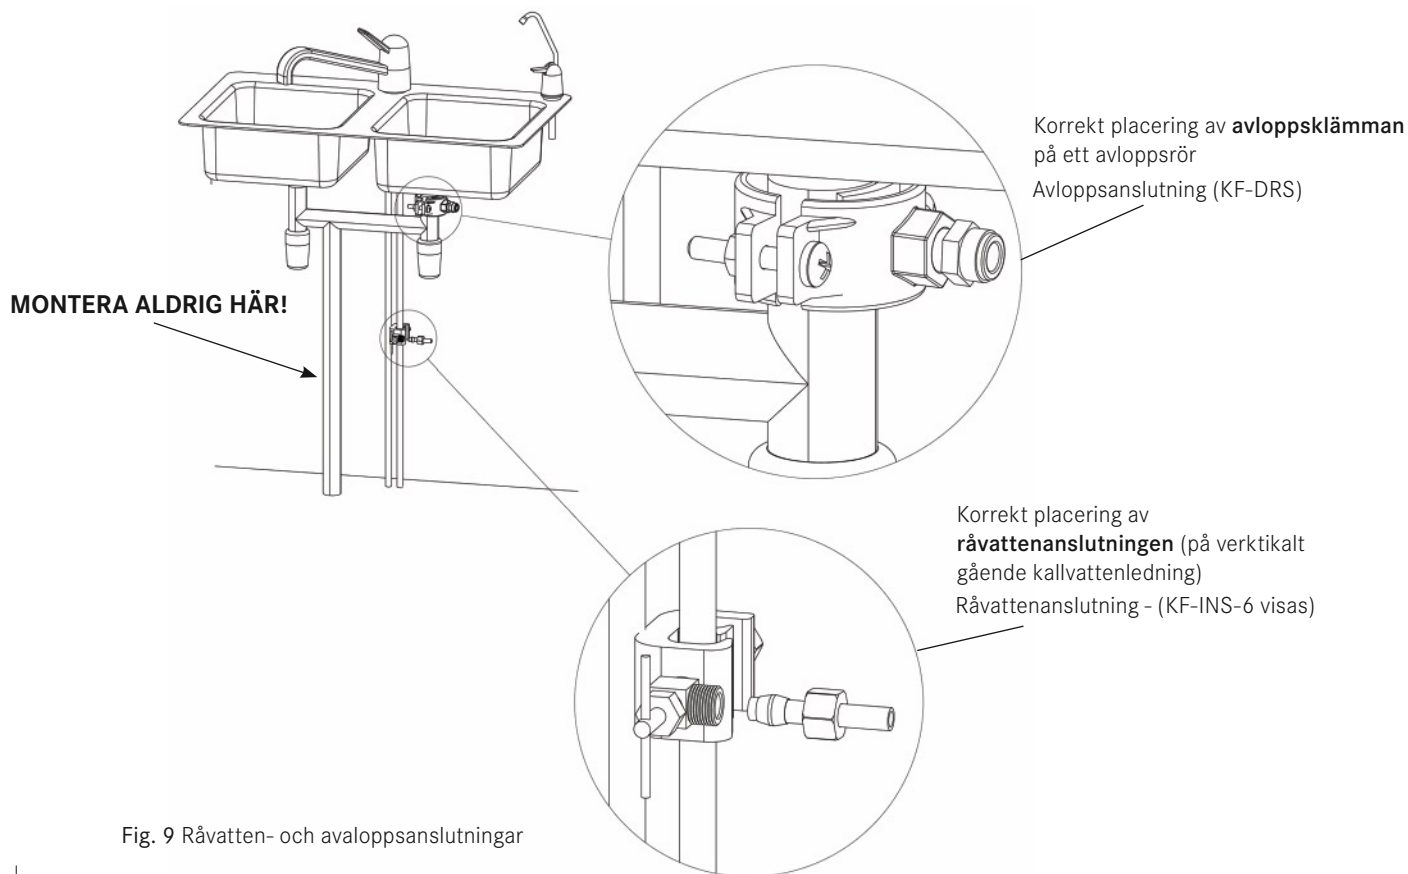
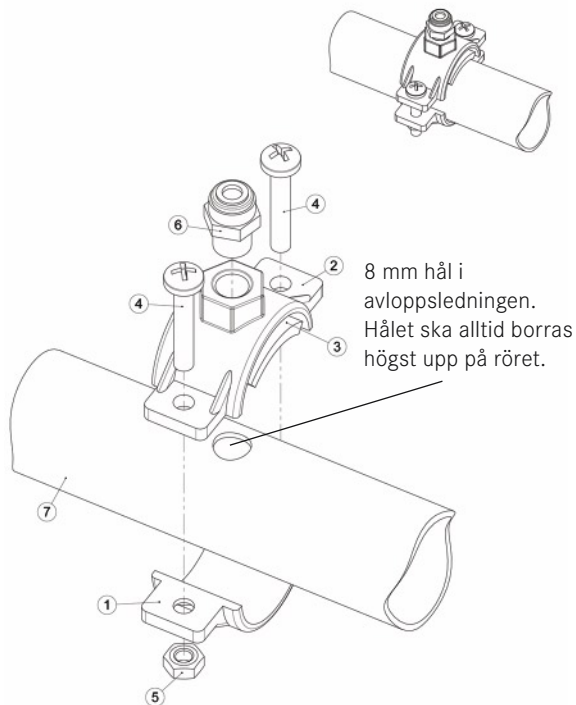

Fig. 9 Råvatten- och avloppsanslutningar
Fig. 15 Installation av avloppsklämma
Råvattenanslutningen ska alltid monteras på kallvattenledningen under diskbänken i köket enligt fig. 9 nedan. Lokalisera först råvattenanslutningen på ritningen nedan. Vilket slags anslutningstyp ska användas beror på vattenledningstypen (koppar, förzinkat stål eller olika typer av plastledningar). På följande sidor hittar du ritningar över de vanligaste anslutningstyperna som levereras av Kuna Group. Eftersom kopparrör är den allra vanligaste rörtyper i Sverige ingår KF-INS-6 i standardutrustningen av CLEONE®. Denna är enkel att installera men det är viktigt att man monterar den väldigt noggrant och försiktigt, slarvigt installerad KF-INS-6 kan ge upphov till läckage.
2. Packa upp KF-INS-6 ventilen och trä den över kopparröret på ett lämpligt ställe (se fig. 9). Placera ventilen så att du kan komma åt att vrida på ventilhandtaget. Märk att den nedre rörliga delen av ventiloket är vändbar för att passa olika rördimensioner. Vänd den åt det håll som passar din dimension av kopparröret. Drag åt skruven på ventiloket tills ventilen är ordentligt fäst på röret. Drag inte åt för hårt eftersom detta kan deformera röret. Oket ska dock vara tillräckligt hårt åtdraget för att man inte ska kunna flytta på ventilen längs med röret.
Avloppsanslutningen ska installeras på avloppsvattenledningen under diskbänken i köket. Fig. 9 visar korrekt placering av avloppsklämman på avloppsledningen.
1. Lokalisera ett horisontellt gående avloppsrör under diskbänken (se fig. 9) – det är också möjligt att installera avloppsklämman på ett vertikalt gående rör om inte något horisontellt rör kan hittas. Vänligen observera att avloppsanslutningshålet ska alltid peka uppåt eller sidledes, aldrig nedåt. (se fig. 15)
4. Linda nu 5-6 varv med gängtejp på gängorna till den medlevererade snabbkopplingen (KF-JGS-1414) och skruva in den i den invändiga gången i den övre delen av plastklämman (se fig. 15). Drag inte åt för hårt!
5. Montera ihop avloppsanslutningen på rörbiten enligt ritning i fig. 15. Drag åt sidoskruvarna med en skruvmejsel så att klämman sitter stadigt på rörbiten, drag inte åt för hårt!
6. Montera tillbaka rörbiten med den anslutna avloppsklämman i avloppsledningen under diskbänken. Observera att snabbkopplingen (som du nyss skruvade in i avloppsklämman) ska peka uppåt eller i värsta fall åt sidan men aldrig nedåt (se fig. 15).